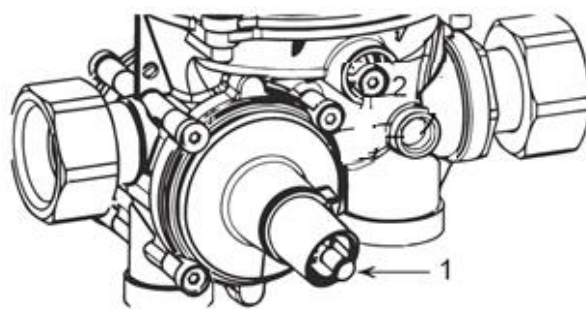

Рис.4
2.3.5 Потяните шток запуска 1 (см. рис.4) до его фиксации.
2.3.5 Нажмите кнопку 2 (см. рис.4) до упора для запуска регулятора и создания давления на выходе.
2.3.6 Если избыточное давление на входе в регулятор менее 0,2 МПа и при нажатии кнопки 2 (см. рис.4) происходит срабатывание предохранительного запорного клапана (шток запуска 1 перемещается вовнутрь (см. рис.4)), необходимо открыть кран на продувочной свече после регулятора на 10-15 градусов и/или потянуть шток запуска 1 (см. рис.4) до его фиксации и, удерживая его в течении нескольких секунд, одновременно нажать кнопку 2 (см. рис.4) до упора